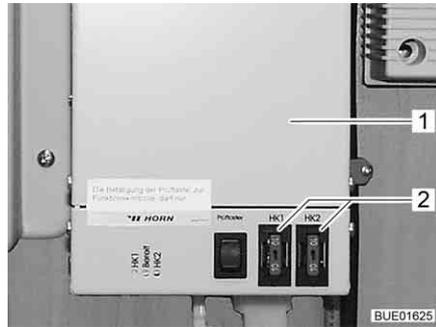

Fig. 178 Regulador de la calefacción para las tuberías de aguas residuales
Los fusibles se encuentran sobre el regulador (Fig. 178,1).
- Cambiar el fusible (Fig. 178,2).